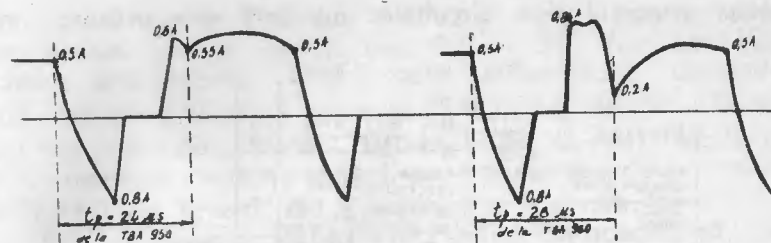

Fig. 30
Forma curentului bazei văzută la osciloscop depinde și de toleranța timpului de blocare respectiv a duratei impulsului dat de TBA950, 26 ± 2 μ s (între 24 μ s și 28 μ s), așa cum se arată în fig. 30, în care goapa de la momentul t_8 poate ajunge chiar la 0,2 A. Se reamintește că dacă TBA950 dă un puls de 26 μ s, timpul real de conducție al tranzistorului prefinal este de 30 μ s (cu 4 μ s mai lung) datorită stocării în BF458 (258). Prin urmare, 24...28 μ s la TBA950 înseamnă 28...32 μ s la baza tranzistorului prefinal. Dealtfel chiar dacă pulsul dat de TBA950 este de 23 μ s sau la limită 30 μ s, funcționarea etajului final de linii este normală, dar disipația în BU205 este ceva mai mare. La un puls de 30 μ s dat de TBA950, rezultă durata de 34 μ s pe baza prefinalului, deci o durată de conducție de 34 μ s ceea ce mărește curentul mediu al tranzistorului prefinal micșorîndu-se tensiunea pe colector la 52—58 V în loc de 65—72 V. Deci atunci cînd tensiunea continuă pe colectorul T701 este sub 65—70 V, înseamnă că avem de a face cu un CI TBA950 care dă un puls pozitiv mai lung ($U_{CT701} = 52 - 58$ V).